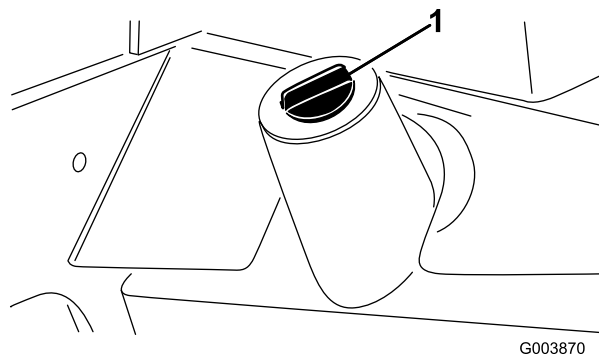

Figura 71
2. Coloque un recipiente grande debajo del tapón de vaciado del depósito de aceite hidráulico (Figura 71).
Retire el tapón de vaciado de la parte inferior del depósito de aceite hidráulico y deje que se drene el aceite hidráulico al recipiente (Figura 71).